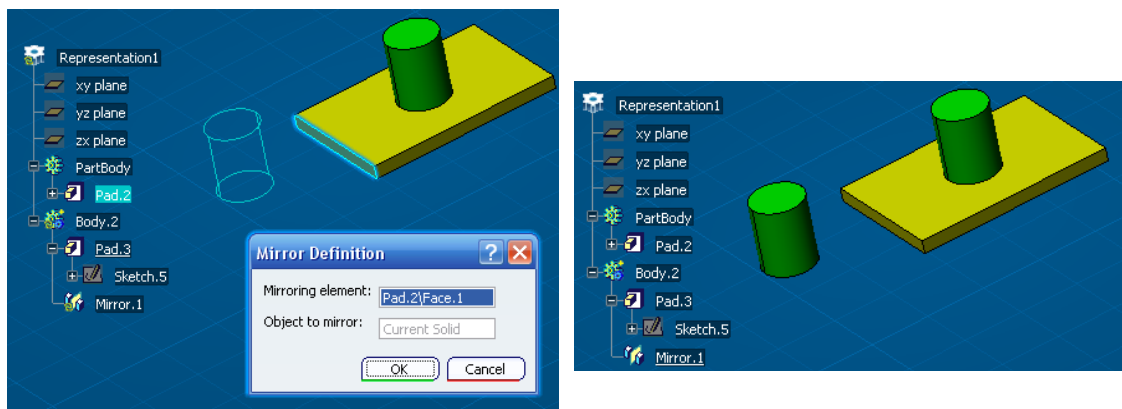

Ilustración 280: Aplicación de simetría con copia.
**Mirror (Espejo).** Es similar a la anterior, pero en este caso se genera una copia simétrica del cuerpo activo, permaneciendo el mismo en el dibujo. En el ejemplo que nos ocupa, se ha realizado como se muestra en le Ilustración 280.